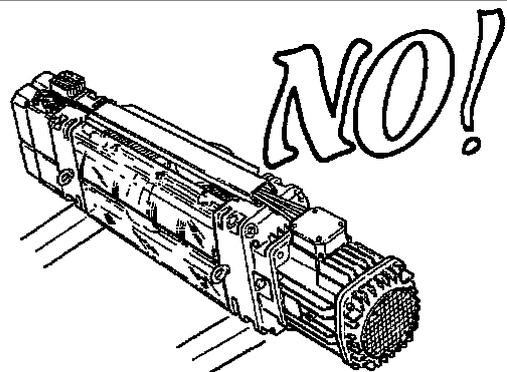

Abb. 21
- **Der E-Zug und die eventuell vorhandene Katze müssen in allen Phasen der Handhabung, des Transports und der Lagerung stabil abgestellt oder fixiert sein und dürfen nicht umgekippt bzw. in senkrechter oder seitlicher Position abgestellt werden (Abb. 21).**